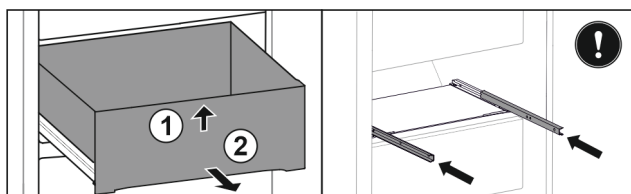

Fig. 123
- ▶ Nadvihnite zásuvku vpredu. Fig. 123 (1)
- ▶ Odoberte zásuvku dopredu. Fig. 123 (2)